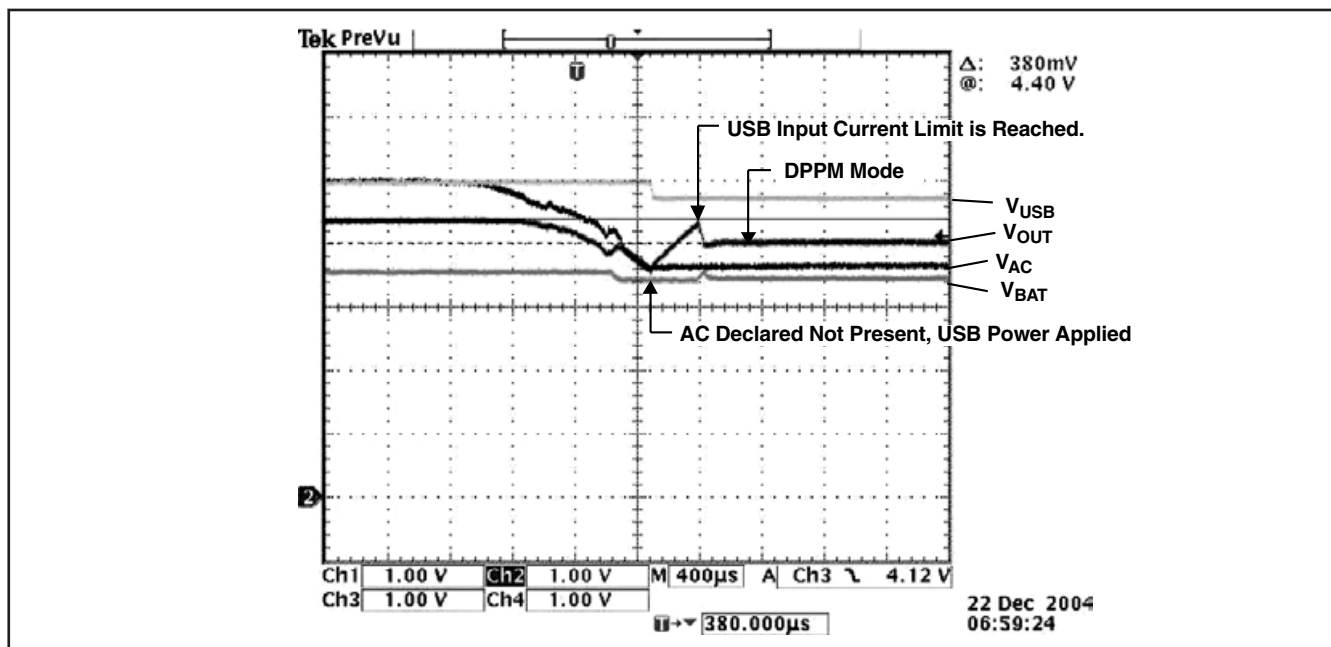

図 7. Remove AC – PWR XFER to USB
図7に、ACが除去されパワーがUSBに移動した場合を示します。PSEL = “H” レベル (ACが主電源)、チャンネル1 (CH1) V_{AC} = 5.4V、チャンネル2 (CH2) V_(USB) = 5V、チャンネル3 (CH3) V_{OUT}、出力電流 I_{OUT} = 0.25A、チャンネル4 (CH4) V_{BAT} = 3.5V、また、I_(PGM-CHG) = 1Aです。ACからUSBへのパワーの移動はACPG FETがオフ (オープン・ドレイン – 図示されていない) で表される主電源 (AC) が不良 (超低電圧、V_{AC} ≤ V_{BAT} + 125mV) と見なされた後にのみ起こります。よって、出力はUSB電源が接続される前にバッテリー電圧まで低下します (6番目の領域)。出力はUSB FETが入力電流の制限を開始した時復帰を開始し (7番目の領域)、出力はDPPM電圧スレッシュホールドに低下します。